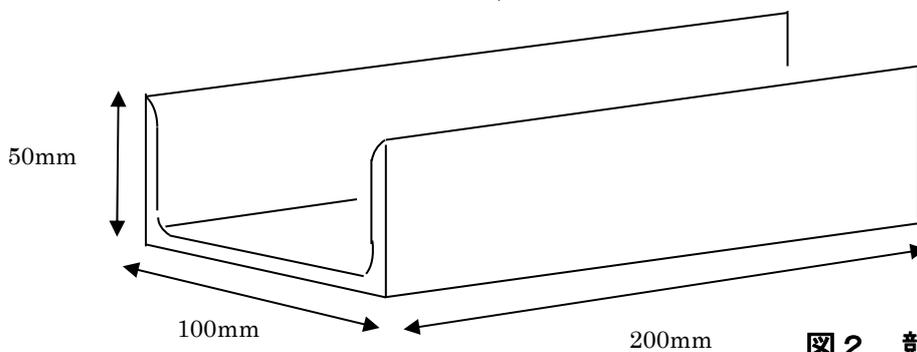

図 2 競技材台の形状
- (6) 溶接による変形は、逆ひずみ法によって防ぐものとする。
- (7) エンドタブは使用禁止とする。又、捨て金を使用して連続溶接を行ってはならない。
- (8) 競技材台は、主催者が準備したものを使用すること(P3の図2を参照)。
- (9) 練習材は、作業台に準備されている競技材台を使用し、練習を行ってもよい。
- (10) 溶接は、タック溶接(仮付)部を除いて片面溶接とし、裏面から溶接をしてはならない。
- (11) 溶接方向は、左進、右進又はそれらの混用のいずれでもよい。ただし、1パス中の混用は認めない。
- (12) 溶接層数及びパス数は自由とする。
- (13) 溶接中及び溶接後において、変形の矯正は禁止する。
- (14) たがねは、スラグやスパッタを取るために使用するのはいいが、溶接金属をはつき取る目的で使用してはならない。